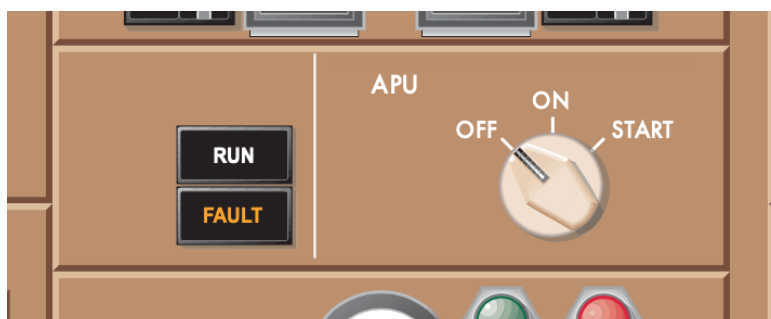

Рисунок 60. SQUIB TEST PANEL (P61).
- Когда ВСУ выключится, установите переключатель запуска ВСУ в положение OFF (рис. 60)